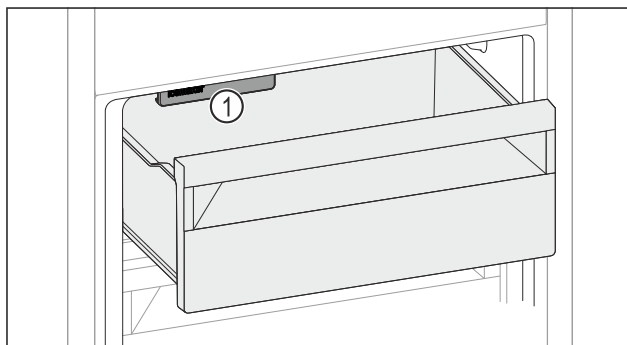

Fig. 205
- ▶ Учитывайте IceMaker Fig. 205 (1).